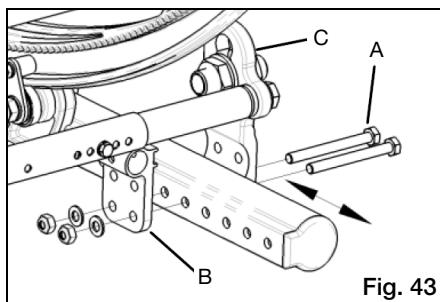

Fig. 43
- a. Utilizando dos llaves de 13mm, retire los tornillos de la placa del eje (Fig. 43:A) a ambos lados de la silla, observando la orientación del receptor del tubo contra volcadura (Fig. 43:B).
- b. Deslice las placas del eje (Fig. 43:C) al mismo tiempo hacia adelante o hacia atrás a la posición deseada.
ADVERTENCIA: Aumentar el ángulo de asiento a espaldar cambiará el centro de gravedad de la silla. Asegure que la posición del eje está ajustada apropiadamente, para mantener una constante estabilidad de la silla de ruedas. Vea las instrucciones para obtener la posición del brazo de eje en Sección T y Fig. 43.